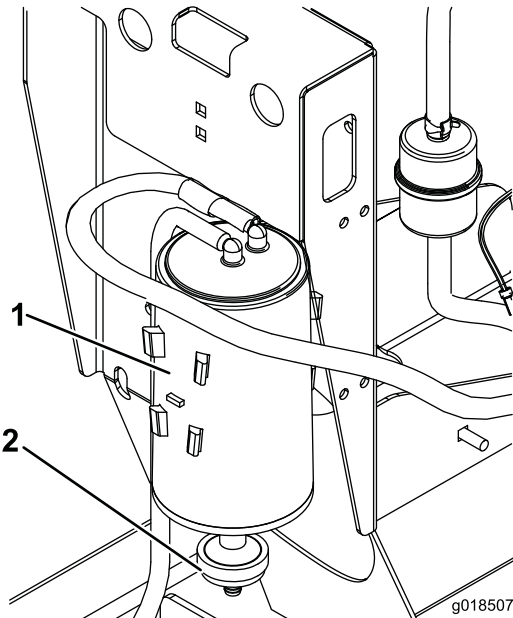

Bild 16
2. Entfernen und werfen Sie den Aktivkohlefilter weg (Bild 16).